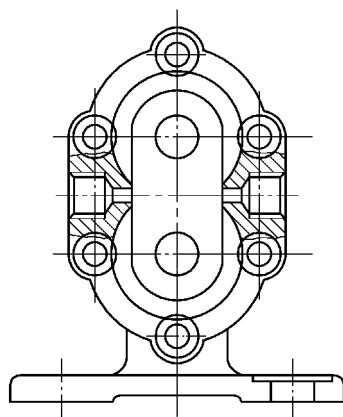

图 12-25 插入泵盖左视图
- 2) 插入块“bgz”至泵体左视图中, 插入点为相应螺孔的圆心, 如图12-25所示。